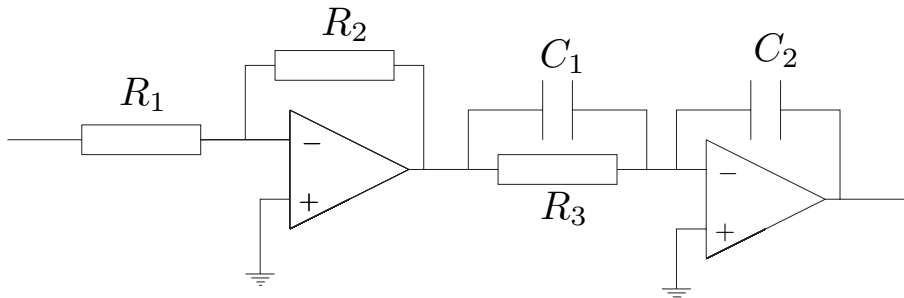
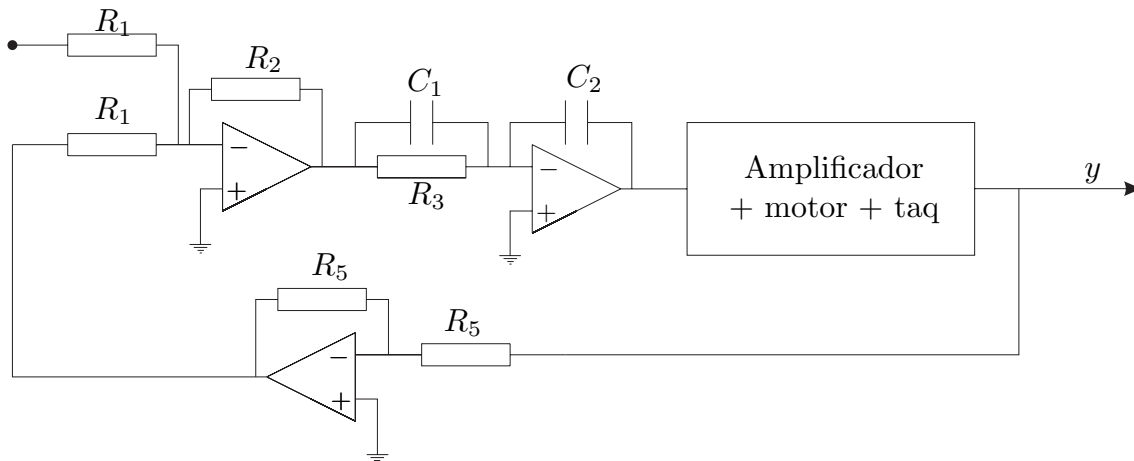

Figura 4: Montagem do controlador PI.
Figura 7: Montagem do circuito realimentado com o controlador PI.
4.1) Mostre que este controlador PI pode ser implementado pelo circuito da Figura 4, em que se admite a aproximação ideal para os AMPOPs. Indique expressões que permitam obter facilmente os valores das resistências  $R_1$ ,  $R_2$  e  $R_3$ , e dos condensadores  $C_1$  e  $C_2$ , a partir dos valores  $K_p$  e  $T_i$  desejados.
- 4) Determine os valores das resistências e condensadores da montagem da Figura 4 de forma a satisfazer as especificações desejadas para a resposta ao escalão em cadeia fechada com o **controlador PI** a partir dos resultados obtidos em IV-4). Implemente o sistema em cadeia fechada, de acordo com o esquema da Figura 7. Observe e esboce as respostas ao escalão em cadeia fechada, e repita as experiências efectuadas modificando o valor de  $K_p$  para o dobro e para metade do valor original. Compare os resultados obtidos com os esperados, e comente-os.